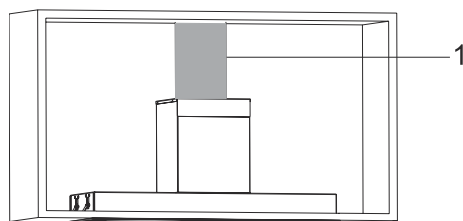

Fig. 17
- 9.** → Montere aftræksslangen på emhætten (Fig. 17)